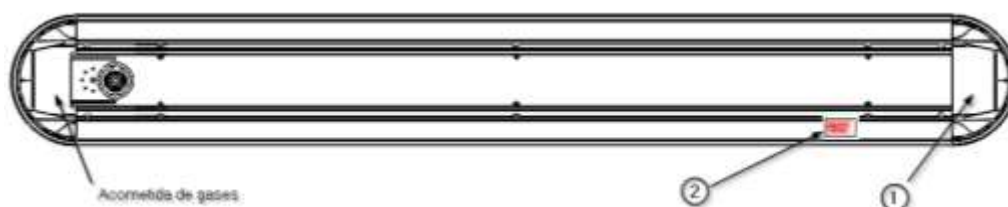

Abb. 10 Detailansicht der elektrischen Anschlusspunkte in N270
Die Strom-, Sprach- und Datenleitungen werden über ein Fenster ① neben einer der Seitenwände in das Gerät eingeführt. Die Stromleitungen enden in einer gemeinsamen Klemmleiste ②, mit Ausnahme der Sprach- und Datenleitungen, die direkt an den entsprechenden Mechanismus angeschlossen werden. Siehe Abbildung 10.